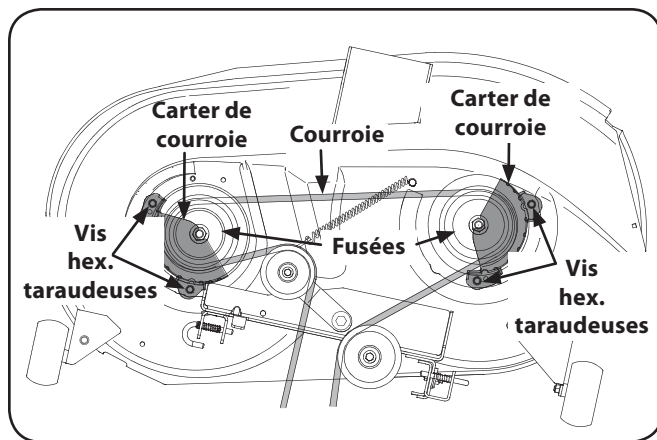

Figure 7-8 (42 po)
2. Avec une clé de 15/16es de po, tenez l'écrou à six pans sur le haut de la fusée en desserrant l'écrou à six pans qui retient la lame. Une cale en bois peut être placée entre l'habitacle du plateau de coupe et le tranchant de la lame pour dégager l'écrou à six pans qui retient la lame. Voir la Figure 7-8. Use a  $\frac{15}{16}$ " wrench to hold the hex nut on top of the spindle assembly when loosening the hex nut securing the blade. A block of wood may be placed between the deck housing and the cutting edge of the blade to help in breaking loose the hex nut securing the blade. See Fig. 7-8.